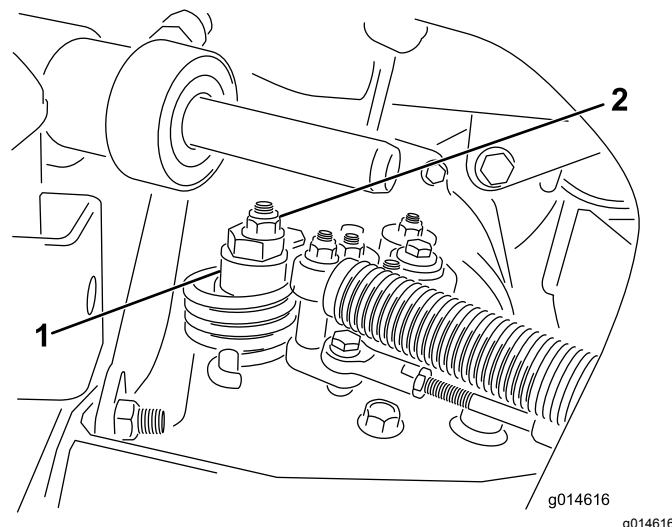

Figura 32
- A. Allentate il dado che fissa l'eccentrico alla parte superiore dell'igrostatò (Figura 32).
- C. Fate girare l'eccentrico finché non riscontrate movimenti in alcuna direzione. Quando la ruota cessa di girare, serrate il dado di bloccaggio dell'eccentrico per mantenere la messa a punto (Figura 32). Verificate la regolazione portando l'acceleratore in posizione di MINIMA e MASSIMA.